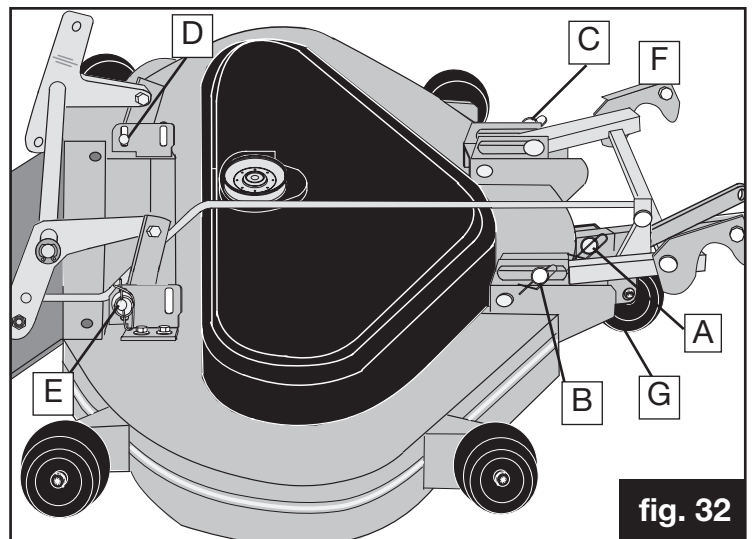
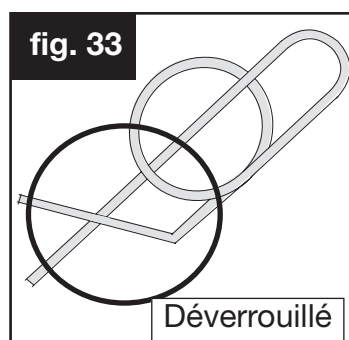

fig. 32
fig. 33
3. Retirez les 3 goupilles de fixation à l'avant du plateau (Figs. 32 A, B & C) en desserrant et retirant les goupilles (Figs. 33 & 33a)
4. Retirez les 2 goupilles de fixation à l'arrière du plateau (Fig. 32 – D and E).
7. Si vous prévoyez d'utiliser le tracteur sans le plateau de coupe, retirez la barre de fixation* (Fig. 32 F)